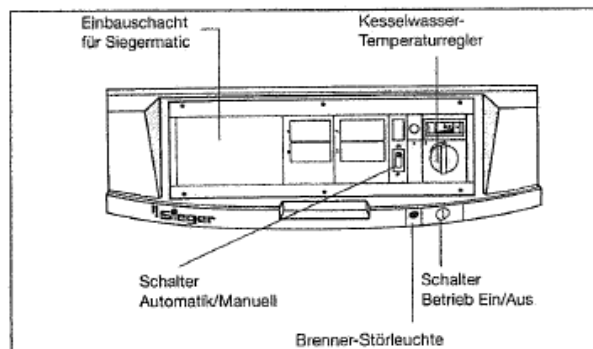

Abb. 2 Bedienelemente
- Blinddeckel von innen aus dem Rahmen herausdrücken (Abb. 2)
- Kabelbäume durch die Einbauöffnung der Frontblende führen (Abb. 2).